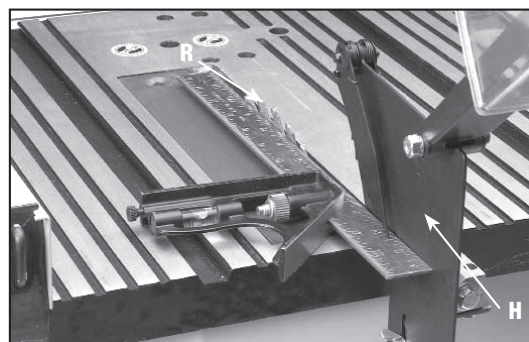

Fig. 16
8. Use uma régua para conferir se o separador (H) Fig. 16 esteja alinhado com a lâmina da serra (R). Se for necessário um ajuste, o separador (H) poderá ser movimentado para a esquerda ou direita e girado.